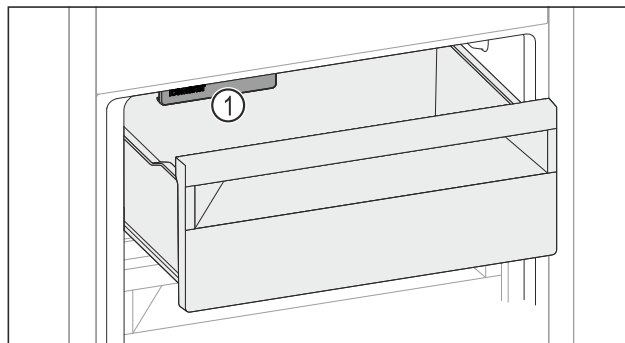

Fig. 158
- ▶ Vær opmærksom på IceMaker Fig. 158 (1).